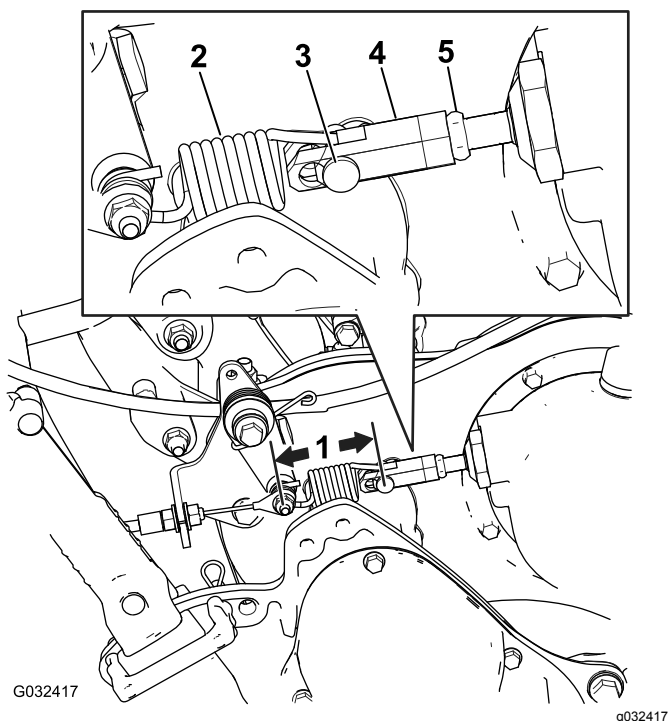

Bild 48
2. Messen Sie den Abstand zwischen den Stiften auf beiden Seiten der Fahrtriebssteuerfeder (Bild 48). Wenn dieser unter 7,6 cm liegt, stellen Sie die Kupplung mit den folgenden Schritten ein.
- F. Messen Sie den Abstand zwischen den Stiften auf beiden Seiten der Fahrtriebssteuerfeder (Bild 48). Wiederholen Sie die Schritte A bis F, bis der Abstand zwischen 7,3 cm und 7,6 cm liegt.
- B. Lösen Sie die Klemmmutter an der Spannschraube und entfernen Sie den Lastösenbolzen, wobei Sie die Feder von der Spannschraube trennen. (Bild 48).